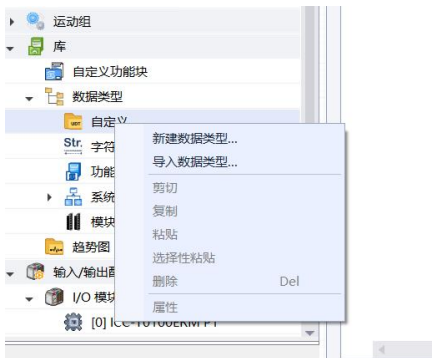

图 1-18 新建用户自定义数据类型
15. 创建用户自定义数据类型。在控制器 P1 中为每个压缩机生成一个产品编号（Product ID），每个产品编号由零件编号（Part_ID）、序列号（Serial_No）和目录号（Catalog_No）三部分构成。使用用户自定义数据结构可以更方便管理这种数据类型的标签。如图 1-18 所示，右键单击 库->数据类型->自定义，在弹出菜单中选择 新建数据类型。